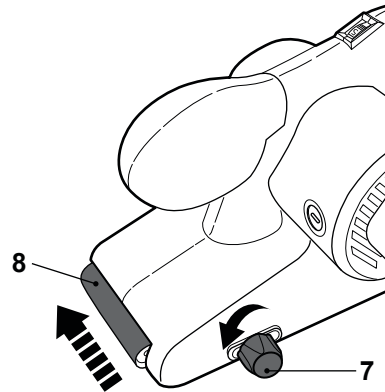

Fig. 5
- > Gire la perilla de reglaje del curso de la banda (7) en sentido antihorario para ajustar la banda lijadora (8) hacia la izquierda (Fig. 5).